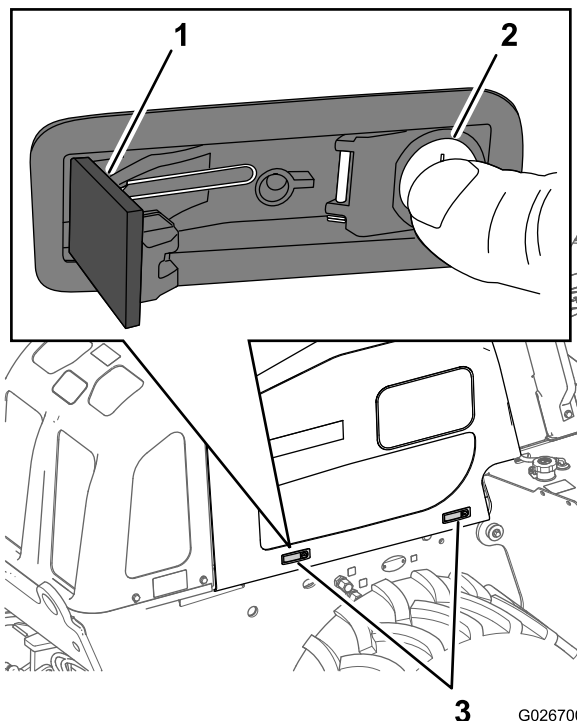

Figure 60
- Appuyez sur le bouton de chaque verrou, c'est-à-dire sur la partie comportant le barillet de serrure (Figure 60).
- Fermez le verrou en appuyant sur le levier de fermeture (Figure 60).